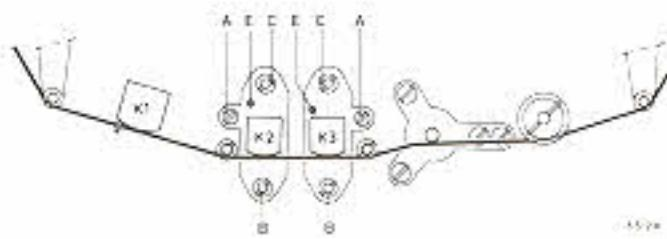

Fig. 6
- . Die Lehre gemäß Fig. 6 in das Gerät bringen